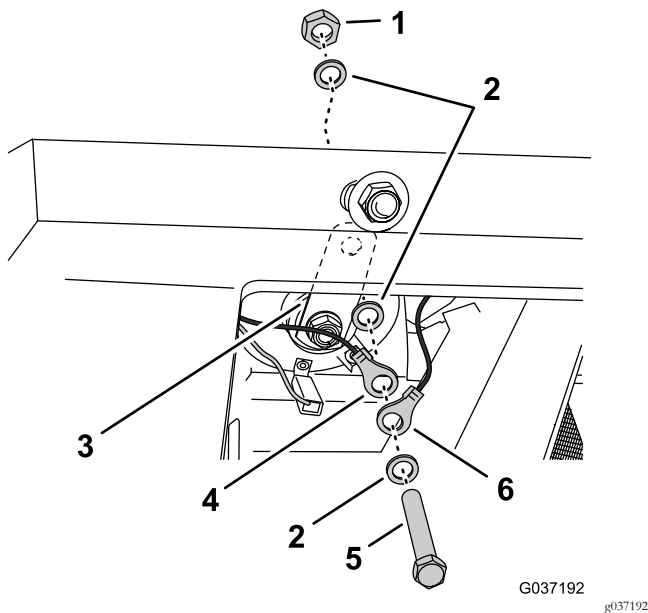

図 22
4. 車両のワイヤハーネスのリング端子とホーン用のブラケットを固定しているボルト、ワッシャ、ナットを外す図22。